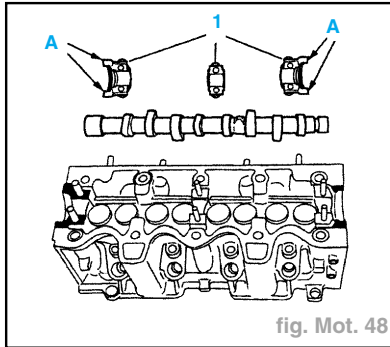

fig. Mot. 48
- (A) échappement (mm) **0,15 ± 0,08**
- (B) admission (mm) **0,30 ± 0,08**
- Enduire de pâte à joint FORMAJOINT les chapeaux de paliers 1 et 3 entre les plans de joint (A) (fig. Mot. 48).